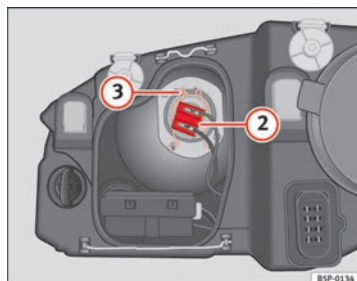

Fig. 188 Feux de croisement
- Retirez le connecteur ⇒ fig. 188 ② de l'ampoule.
- Décrochez le ressort entrebâilleur ⇒ fig. 188 ③ en le pressant vers l'intérieur et vers la droite.